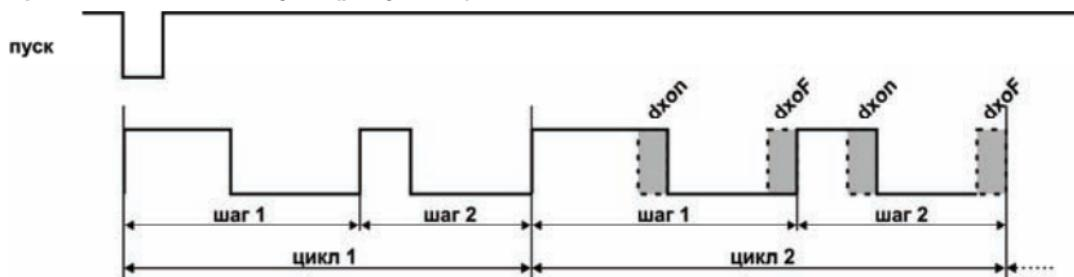

Рисунок 4
3.1.1.6 После выполнения очередного цикла время длительности импульса в каждом шаге последовательности может автоматически изменяться на величину «*dxon*», а время длительности паузы – на величину «*dxof*». Для этого необходимо задать значения этих параметров отличными от нуля (рисунок 4).